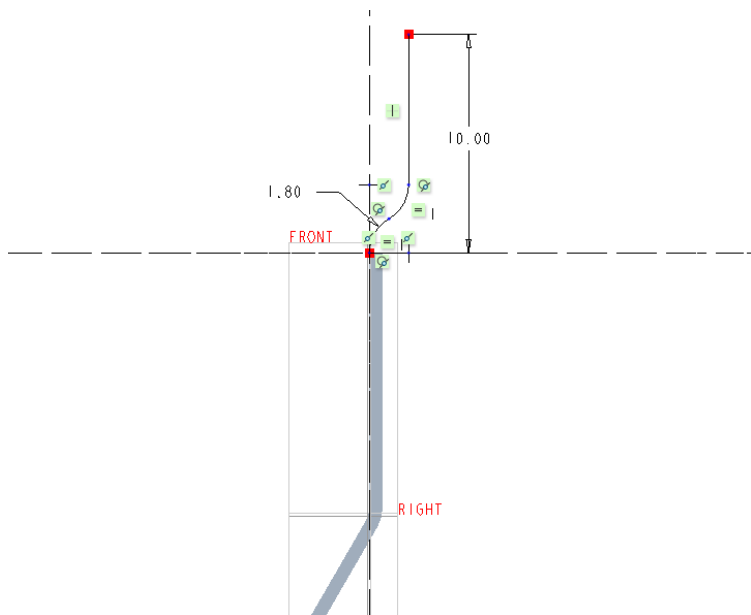

图 6-161 绘制图形
(5) 绘制图 6-161 所示的轮廓形状线，单击✔（确定）按钮。